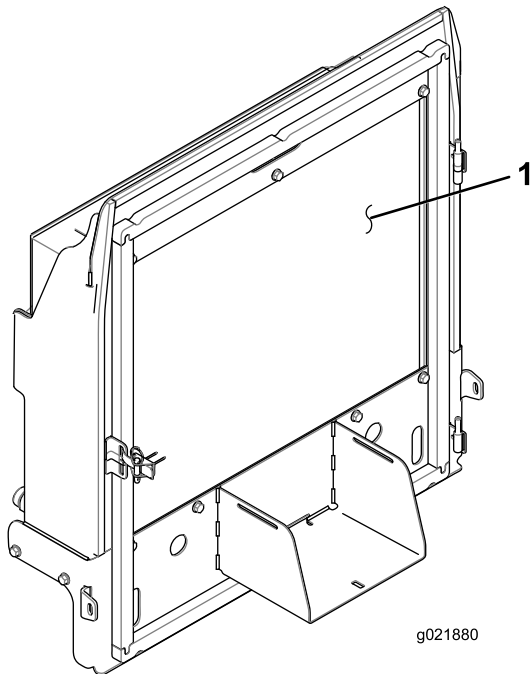

Bild 95
4. Reinigen Sie beide Seiten des Kühlers bzw. Ölkühlers gründlich mit Druckluft (**Bild 95**).